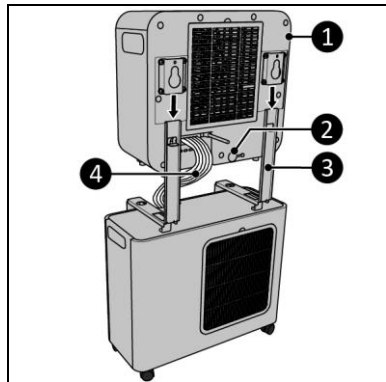

Abbildung 13
4. Schieben Sie das Innengerät (Abbildung 13, Pos. 1) über die Halterungen (Abbildung 13, Pos. 3).
5. Führen Sie den Kältemittelschlauch (Abbildung 13, Pos. 4) zwischen Innen- und Außengerät. Vermeiden Sie es, den Kältemittelschlauch in kleineren Biegungen als 30 mm zu biegen.
6. Entfernen Sie den Wassersperrstopfen (Abbildung 13, Pos. 2).